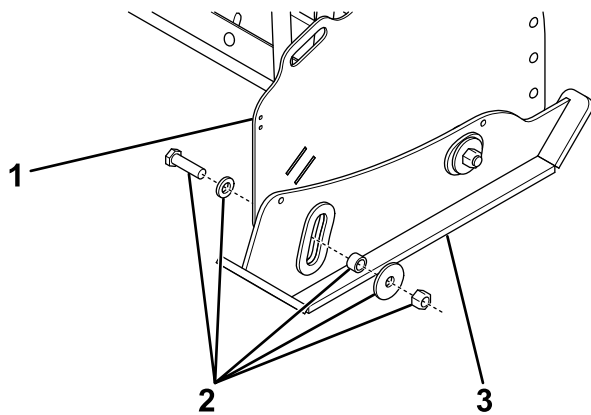

Figura 1
2. Retire y guarde las fijaciones que sujetan la parte delantera de la zapata de la aleta a la pala (Figura 1).